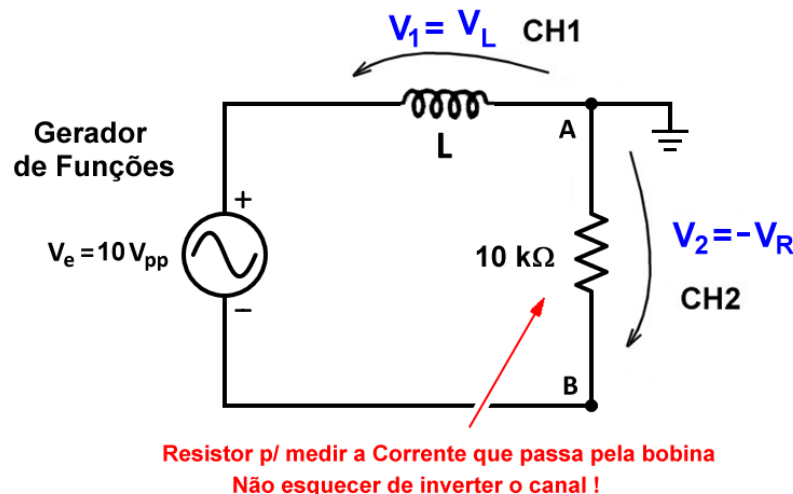

Figura 1 – Circuito RL série.
- 1.a) Meça o resistor de valor nominal  $10\text{k}\Omega$  com o multímetro. Em seguida, monte o circuito RL série da figura 1, com o indutor e o resistor de  $10\text{k}\Omega$ . Alimente o circuito com uma onda senoidal de frequência variável e amplitude de  $20\text{Vpp}$ . Observe no osciloscópio (canal 1 e canal 2) a tensão no resistor ( $V_R$ ) e no indutor ( $V_L$ ) e a diferença de fase ( $\phi$ ) entre esses sinais. Note que a queda de tensão no resistor é proporcional à corrente que circula pelo circuito, de forma que  $V_R = I \times R$ . Note também que, estando o terra comum no ponto entre o indutor e o resistor, deve-se inverter o canal 2 para medir os dois sinais de acordo com a convenção do receptor. Assim, medindo  $V_L = V_{CH1}$ ,  $V_R = -V_{CH2}$  e a defasagem entre estes sinais, obtém-se a impedância do indutor, em módulo e fase, para as diferentes frequências, ou seja,  $\hat{Z} = \hat{V}_L / (\hat{V}_R / R)$ .
- 4.a) Substitua o indutor pelo capacitor no circuito da Figura 1. Substitua o resistor de 10k $\Omega$  pelo resistor de 100 $\Omega$ .